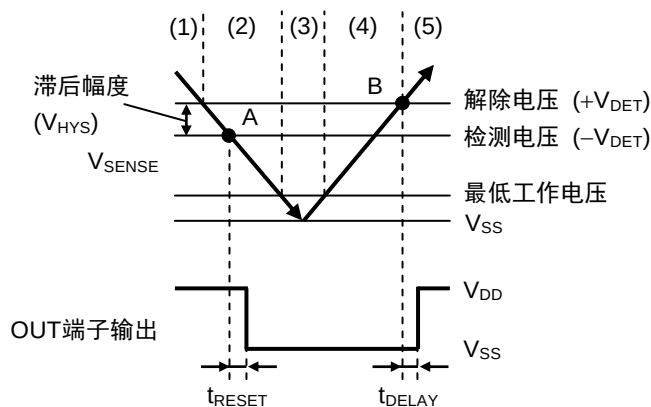

图28 S-1011系列E / N型的时序图
滞后幅度表示检测电压与解除电压之间的电压差 (图24、图28中B点的电压 - A点的电压 = V_{HYS})。在检测电压与解除电压之间带有滞后幅度, 可以防止在因噪声等侵入输入电压时而产生的误工作。
V_{SENSE} 为 $-V_{DET}$ (图28的A点) 以下时, 输出方的N沟道晶体管变为开, 经过检测延迟时间 (t_{RESET}) 后, 从OUT端子输出 V_{SS} (输出 "L")。
- (3) V_{SENSE} 进一步下降, 但即使降低到IC的最低工作电压以下, 只要 V_{DD} 仍在最低工作电压以上, OUT端子输出就会保持稳定。
- (4) 即使 V_{SENSE} 超过了 $-V_{DET}$, 在不足 $+V_{DET}$ 的情况下, 仍会输出 V_{SS} 。
- (5) 再继续使 V_{SENSE} 上升, 上升到 $+V_{DET}$ (图28的B点) 以上时, N沟道晶体管变为关, 在输出被上拉的情况下, 经过解除延迟时间 (t_{DELAY}) 后, 从OUT端子输出 V_{DD} 。